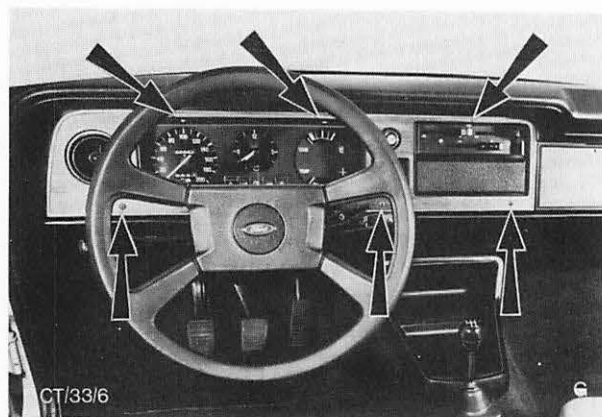

Abb. 26 Lage der 6 Befestigungsschrauben – Kombiinstrument
1. Kombiinstrument und Blende kompl. ausbauen (Pos. 33 214, Vorgänge 1–8), Abb. 26.